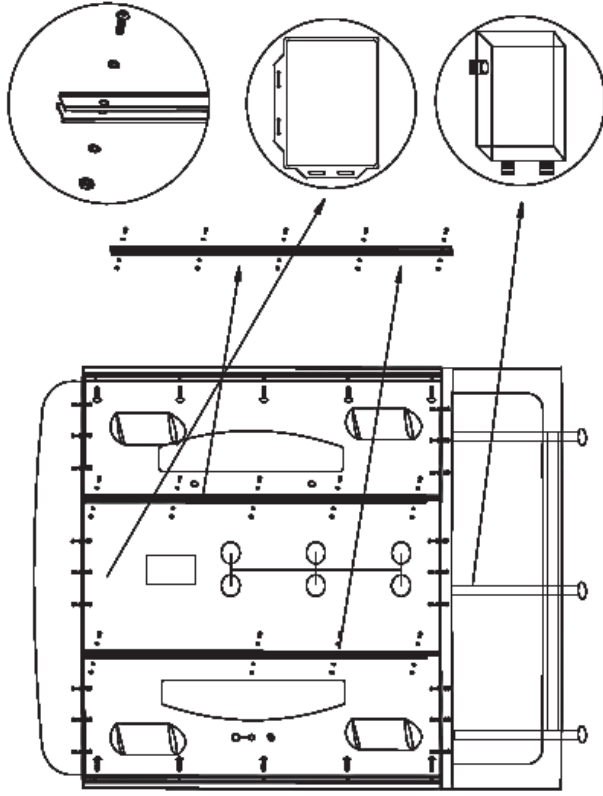

Рис.4
6. Нанесите слой герметика на борт ванны (показан к применению любой силиконовый герметик отвечающий свойствам pH-нейтральности, бесцветности, противогрибковой устойчивости) и установите части задней акриловой стенки на борт ванны. Стяните через алюминиевые планки с помощью винтов между собой части задней стенки. Просверлив монтажные отверстия, закрепите с помощью болтов заднюю акриловую стенку с бортом ванны. (рис.4)